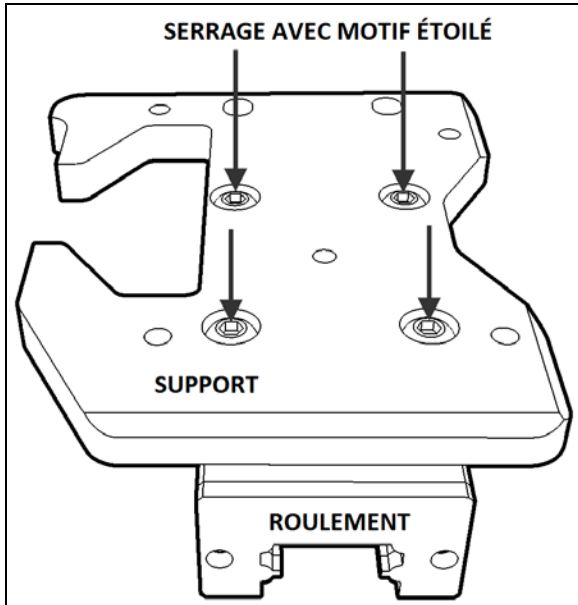

FIGURE 24: VIS DE MONTAGE DU PALIER 26158
5. Démonter l'assemblage support et palier. Retourner l'assemblage pour accéder aux vis de montage du palier (Figure 24).